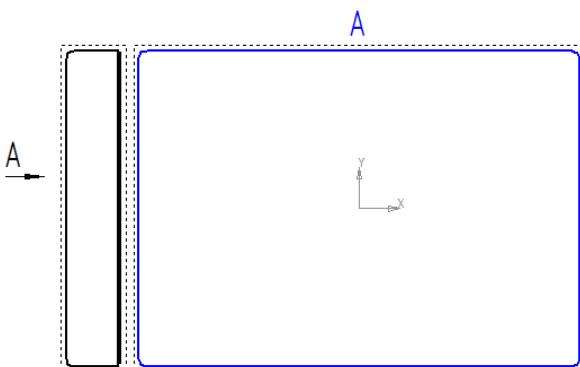

Рис. 6.4. Создание видов по стрелке взгляда
3. Кликая слева от вида установить направление стрелки, а далее двигая фантомом вправо создать вид по стрелке (рис. 6.4).